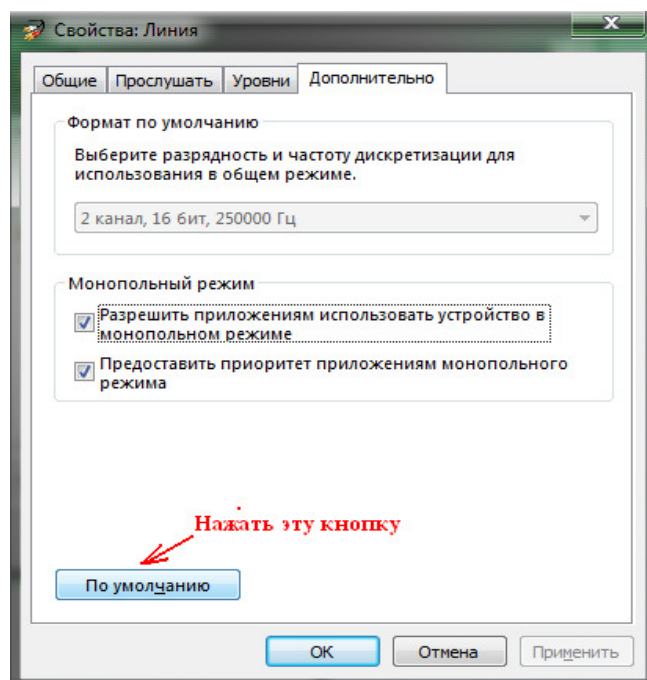

Figure 15 Окно «Свойства: ...», для установки свойств AFEDRI SDR-Net
- В открывшемся окне «Свойства: ...» нажать кнопку «По Умолчанию», см. рисунок **Figure 15**.